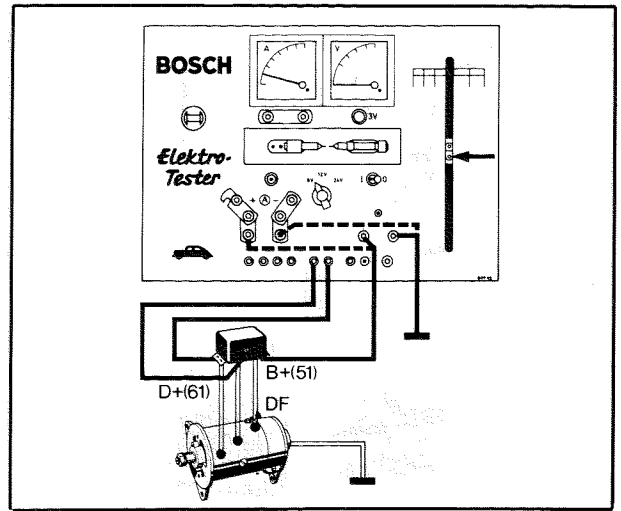

Bild 9
Anschluß nach Bild 9, jedoch + Voltmeter an Klemme D + (61) anschließen. Belastungswiderstand auf Nennleistung einstellen.